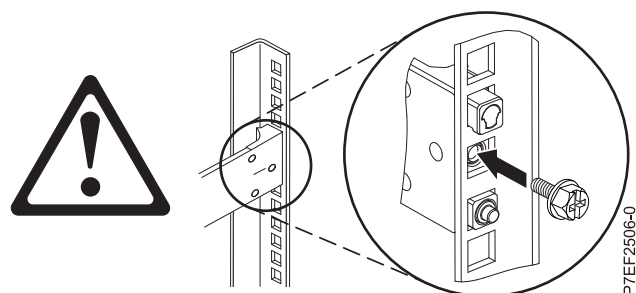

図 21. ねじの再取り付け
4. 図 21 に示すように、ステップ 2 (24 ページ) で取り外したねじを再び取り付けます。